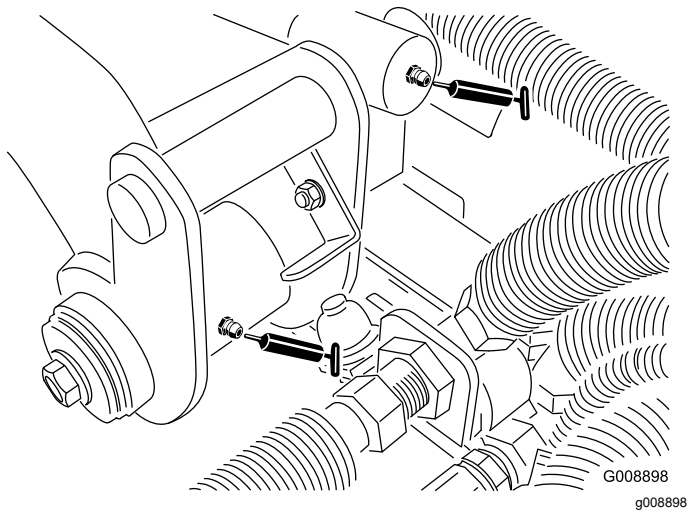

図 64
- 後昇降アームのピボットと昇降シリンダ2ヶ所 **図 64**